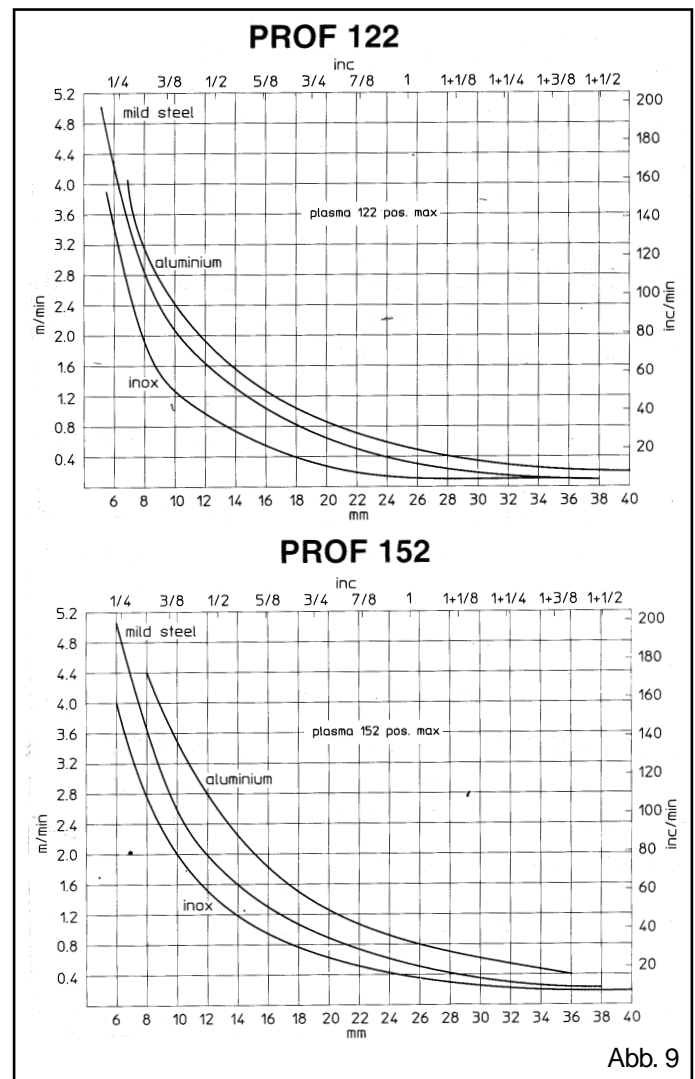

Abb. 9
- Übermäßige Werkstückdicke (siehe Diagramm für Schneidgeschwindigkeit und Werkstückdicke Abb.9).